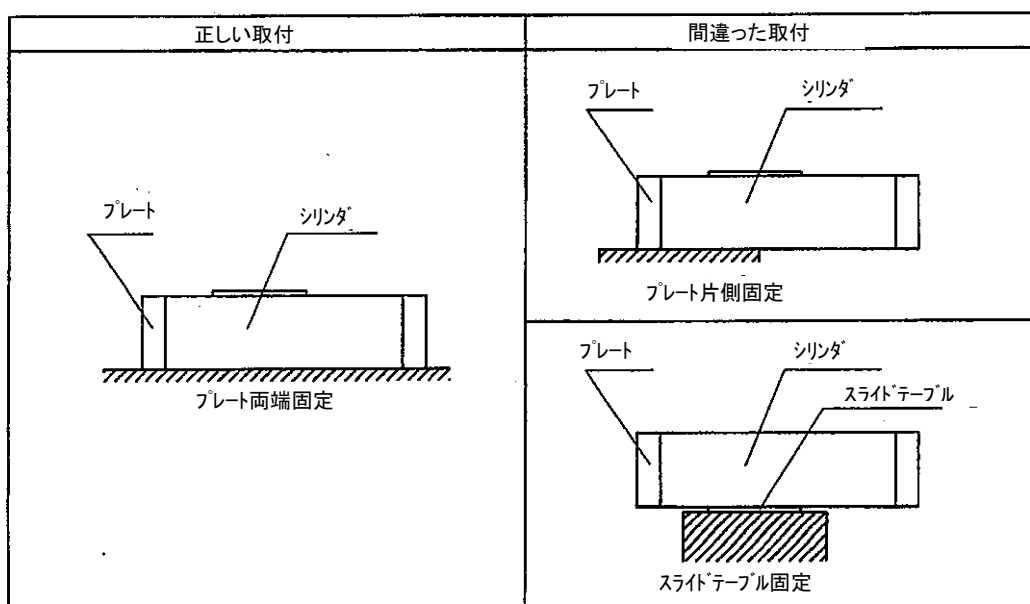

図1. シリンダ取付例
- ① シリンダ上面のトップカバーに直接物を載せたり、力を印加することのないようご注意ください。トップカバーが変形し、スライドテーブル（外部移動子）表面に接触する場合があります。
- ② シリンダは、必ず両端プレートをボルトにて固定してご使用ください（両端固定）。スライドテーブル固定や片側プレートのみの固定での使用は絶対避けてください。シリンダに過大なモーメントがかかり、不適合発生を招く場合があります。（図1参照）